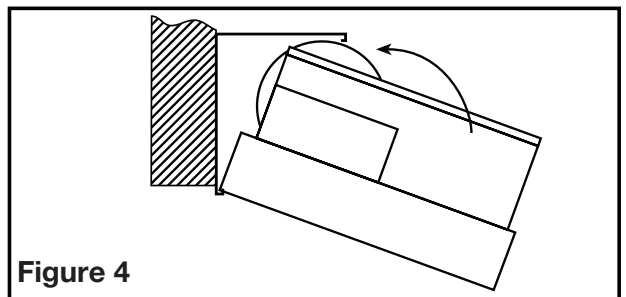

Figure 4
2. Fixer par pression le bâti du ventilateur dans le support (Figure 4). Le ventilateur peut être fixé par pression en position avec le collet de conduit faisant face à gauche ou à droite en fonction de quelle direction est la plus pratique.
3. Fixer par pression le bâti du ventilateur dans le support (Figure 4). Le ventilateur peut être fixé par pression en position avec le collet de conduit faisant face à gauche ou à droite en fonction de quelle direction est la plus pratique.